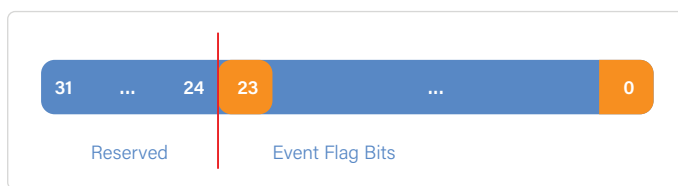

Figure 1. Drapeaux d'événement dans le type de données C `EventBits_t`.
*FreeRTOS* définit 24 drapeaux d'événement pour chaque objet de groupe d'événements créé (fig. 1). Ces drapeaux sont représentés dans le type de données C `EventBits_t`, un type de données de 32 bits dont 24 bits sont disponibles. Le bit 0 est le bit de poids le plus faible (LSB) des drapeaux disponibles. Les 8 bits de poids le plus fort sont réservés à l'usage interne de *FreeRTOS*.